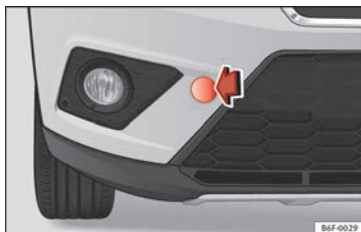

Fig. 105 Pare-chocs avant droit : retirer le cache.
- Retirez le cache en appuyant sur la partie droite de ce dernier jusqu'à ce qu'il se déclipse »» fig. 105.